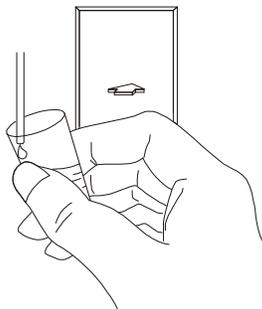

Рисунок 9-4 Как диспенсировать дилуэнт
4. Подставьте чистый стаканчик для пробы к пробозаборнику и убедитесь, что стаканчик находится под наклоном относительно пробозаборника, как показано на **рис. 9-4**, чтобы избежать разлива жидкости и образование пузырей. Нажмите кнопку аспирации, чтобы диспенсировать 0.7мл дилуэнта (объём контролируется анализатором) в стаканчик. Убедитесь, что подготовили минимум 7 стаканчиков с дилуэнтом;